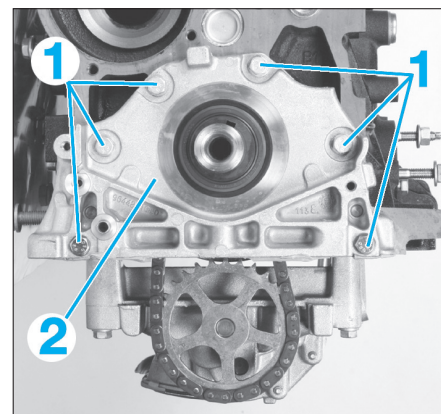

Fig. 15
- les vis (1) du carter de fermeture (2) côté pompe à huile (Fig.15),
- le carter (2) de fermeture côté pompe à huile,